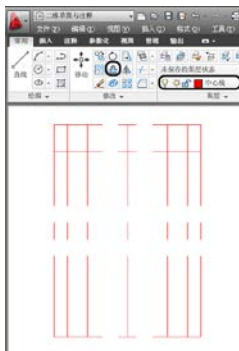

图 3.54 偏移处理
(5) 运用偏移命令，将垂直直线分别向左右各偏移 15、22.5、27.5，将水平直线分别向上偏移 70、80，如图 3.54 所示。